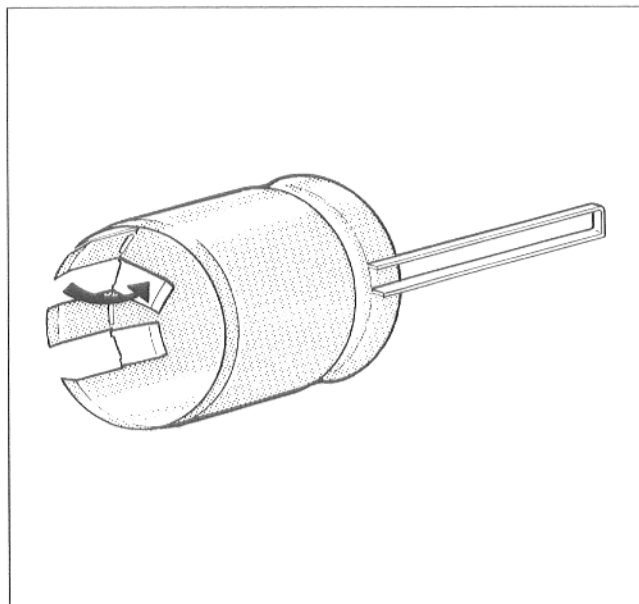

Abb. 39
- Laschen nach innen mindestens im Winkel von 90° abbiegen (Abb. 39).